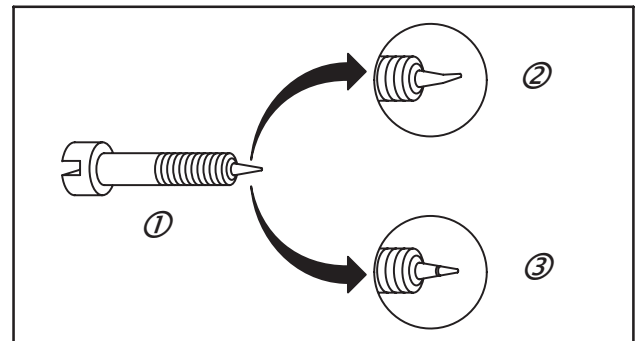

Fig. 66
1. Déposer la vis de richesse (1) pour contrôle.
2. Remplacer la vis pointeau si elle est tordue (2), creusée (3) ou cassée, Fig. 66.
3. Si le carburateur est gommé ou sale, déposer le siège pour nettoyer complètement les trous de progressivité (1).
Après nettoyage, vérifier qu'il n'y a pas d'usure, de fêlures, de chocs ni d'obturations. Remplacer le corps si une des conditions énumérées se présente. Utiliser uniquement de l'air comprimé pour déboucher les canaux. Vérifier si le pointeau de richesse de ralenti n'est pas tordu ou comporte une rainure, Fig. 66. Remplacer si c'est le cas. Pour les carburateurs à pollution réduite Pulsa-Jet, vérifier que le gicleur de ralenti est propre ainsi que l'étanchéité dans la zone du siège. Ne pas utiliser de foret ou de fil métallique pour vérifier le gicleur de ralenti.